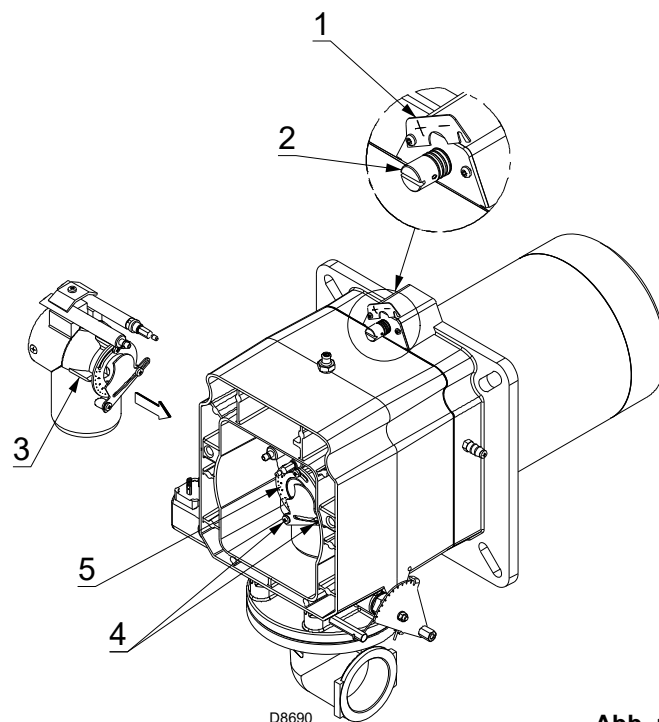

Abb. 14
- Lockern Sie die Schrauben 1)(Abb. 14) und drehen Sie die Nutmutter 2) bis die gefundene Kerbe mit dem Index 3) übereinstimmt.